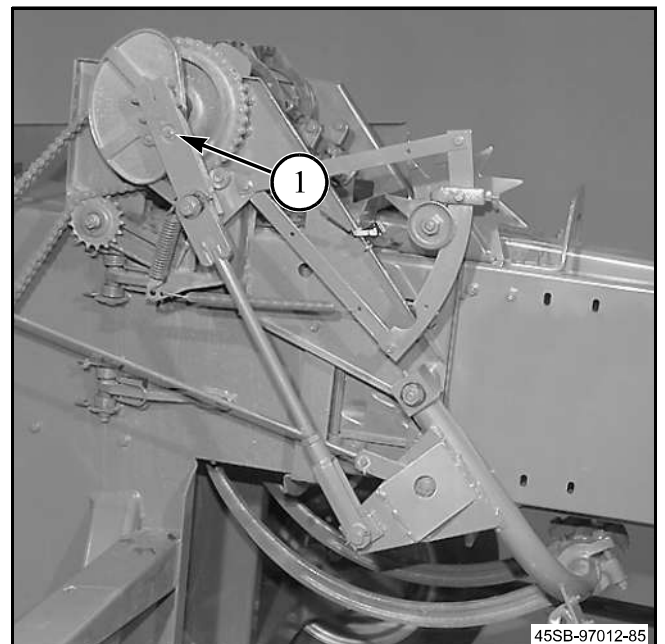

Figure 6
**Figure 6:** Le lieur de ficelle ou de fil et les aiguilles sont protégés par un boulon de cisaillement (1) à travers le bras d'aiguille et la came de réinitialisation.